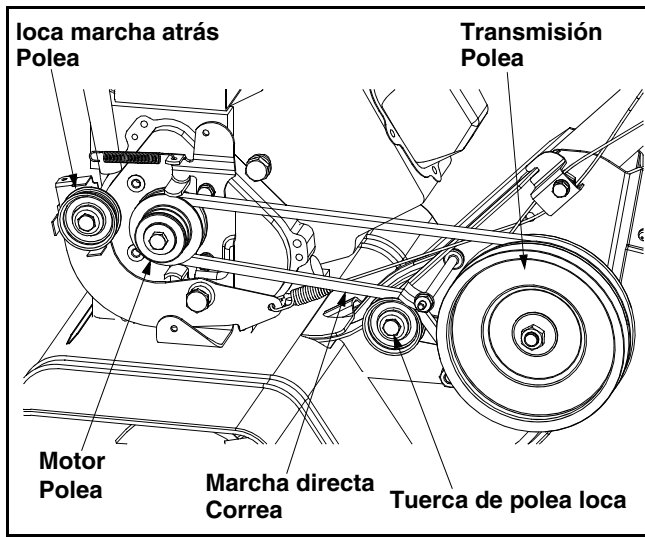

Figura 18
- Saque la correa de la polea loca y de la polea de transmisión. Vea la Figura 18.
- Empuje la ménsula de la polea loca marcha atrás hacia delante y saque la polea del motor y la correa. Vea la Figura 18.